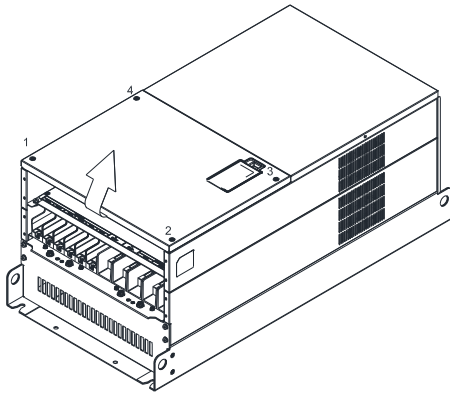

图 1
1. 松开螺丝 (如下图 1~4 所示), 打开上盖 (如图 1 所示)。
松开螺丝 (如下图 1~5 所示), 取下控制铁板盖子